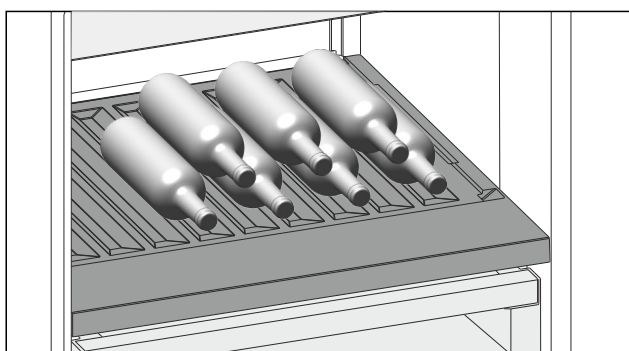

Fig. 158
- A palackokat az aljukkal hátrafele helyezze a hátfalhoz. (lásd Fig. 158)